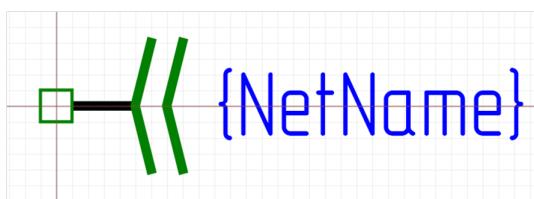

Рис. 64 Внутрилистовой порт соединитель
- Внутрилистовой - для обозначения разрывов линий электрической связи в рамках одного листа, см. Рис. 64.